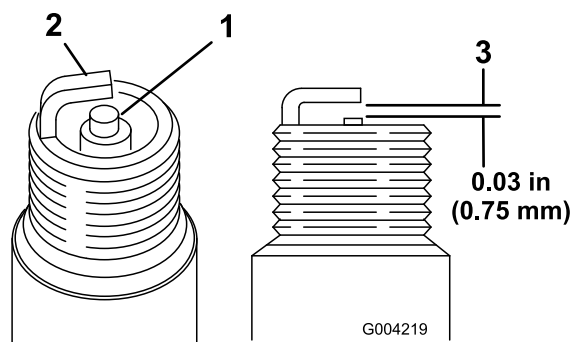

Рисунок 50
1. Осмотрите середину обеих свечей зажигания (Рисунок 50). Если вы видите на изоляторе светло-коричневый или серый налет, то двигатель работает должным образом. Черный налет на изоляторе обычно означает, что загрязнен воздухоочиститель.
2. Проверьте зазор между центральным и боковым электродами (Рисунок 50).
3. Если зазор неправильный, отогните боковой электрод (Рисунок 50).